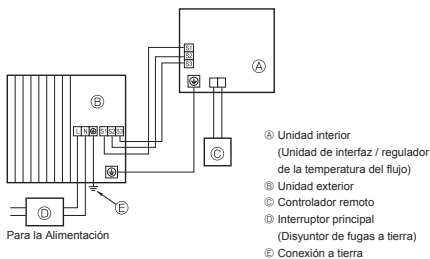
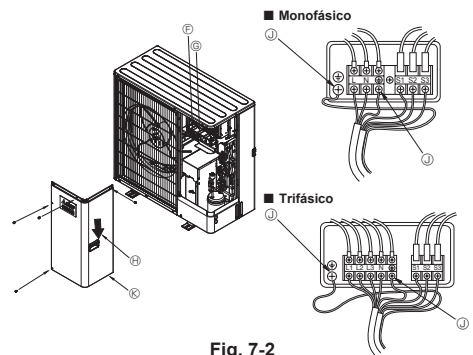

Fig. 7-1
Fig. 7-2
7.1. Unidad exterior (Fig. 7-1, Fig. 7-2)
- 2 Tienda los cables de acuerdo con la Fig. 7-1 y Fig. 7-2.